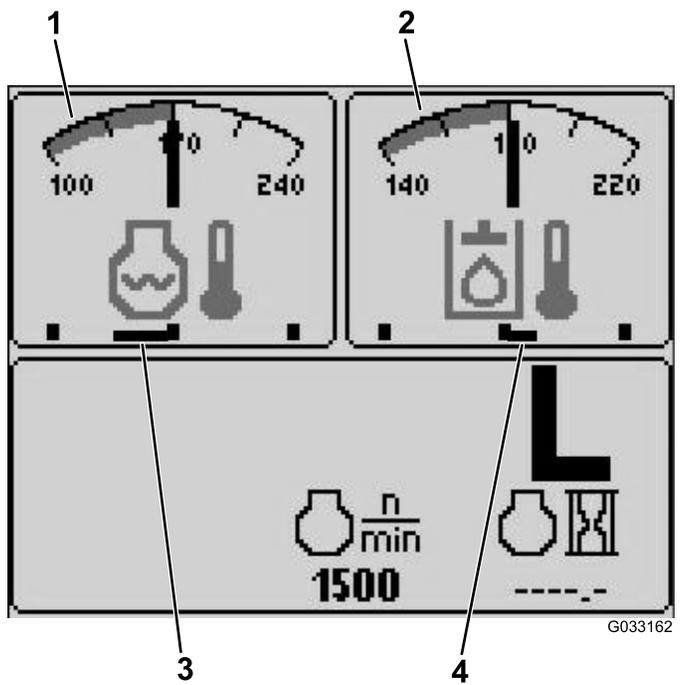

Рисунок 5
- Индикатор температуры гидравлической жидкости и вентилятора — верхний правый экран (Рисунок 5)
- Индикатор вентилятора и температуры охлаждающей жидкости двигателя — верхний левый экран (Рисунок 5)
**Примечание:** В примере на Рисунок 5 вентиляторы системы охлаждения двигателя работают в обратном направлении с частотой вращения, составляющей 50% от максимально возможной.
Направление вращения вентилятора также отображается на экране температуры охлаждающей жидкости и экране температуры гидравлической жидкости. Если полоса находится справа от средней отметки, вентиляторы вращаются в прямом направлении. Если полоса находится слева от средней отметки, вентиляторы вращаются в обратном направлении (Рисунок 5).
Данный индикатор показывает температуру гидравлической жидкости и состояние вентилятора охлаждения (Рисунок 5).
Данный индикатор показывает температуру охлаждающей жидкости двигателя и состояние вентилятора охлаждения (Рисунок 5).